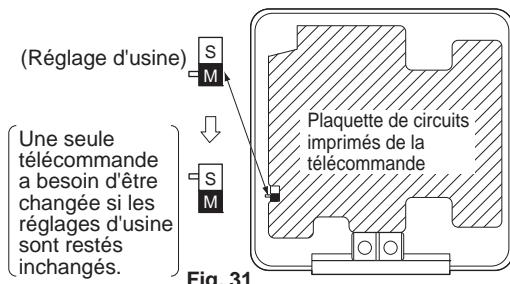

Fig. 31
- Faites passer la permutation principale/secondaire de la carte à circuits imprimés de l'une des deux télécommandes sur "S". (Laissez le commutateur de l'autre télécommande sur "M".) (**Reportez-vous à la Fig. 31**)